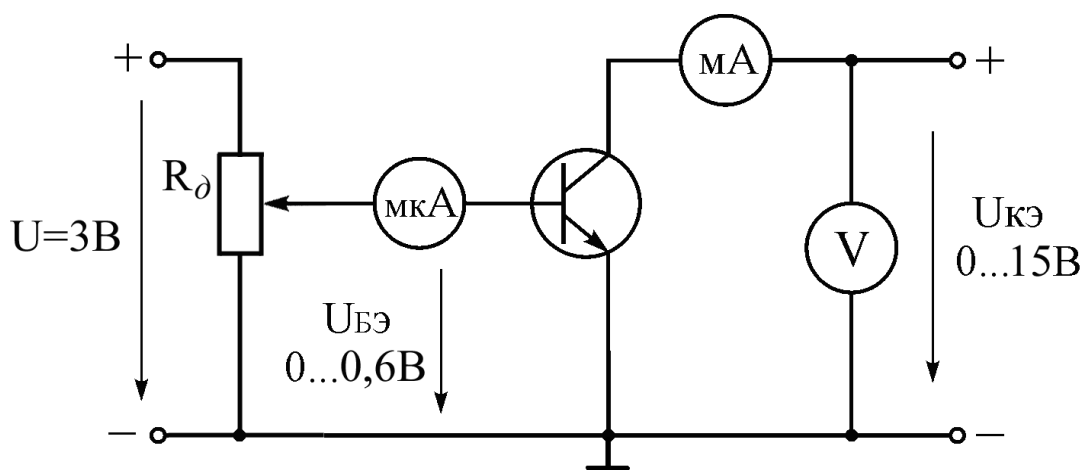

Рисунок 4.11 – Схема для снятия выходных характеристик биполярного транзистора
2.1 Собрать схему, согласно рис.4.11. При этом ручка потенциометра $R_{д2}$ в исходном состоянии должна быть выкручена против часовой стрелки до упора.